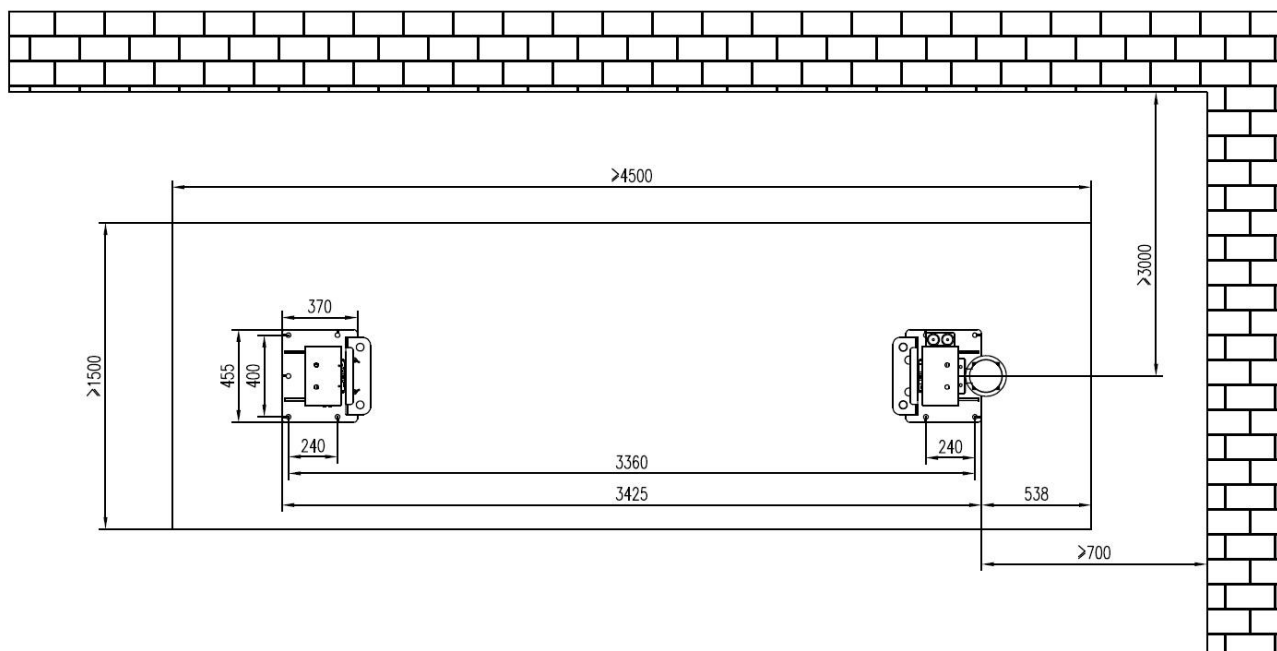

Рис. 4
- Монтажная схема представлена на Рис. 4